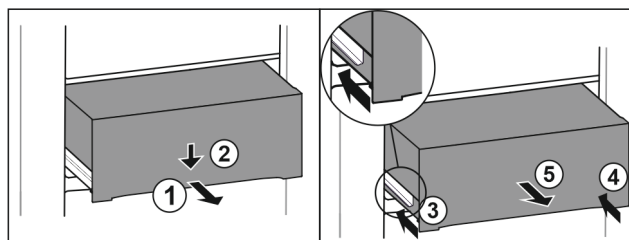

Fig. 152
- Estrarre il cassetto a metà. Fig. 152 (1)
- Premere il cassetto sul lato anteriore verso il basso. Fig. 152 (2)
- Spingere la guida sinistra di circa 2 cm verso l'interno. Fig. 152 (3)
- Spingere la guida destra di circa 2 cm verso l'interno. Fig. 152 (4)
- Rimuovere il cassetto tirandolo in avanti. Fig. 152 (5)